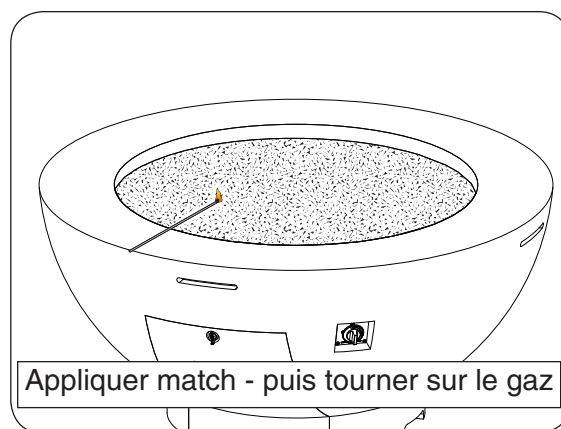

Fig. 38-1
3. Poser une allumette allumée sur la surface du support décoratif près du brûleur (**ne pas tenir l'allumette dans la main**) (Fig. 38-1).